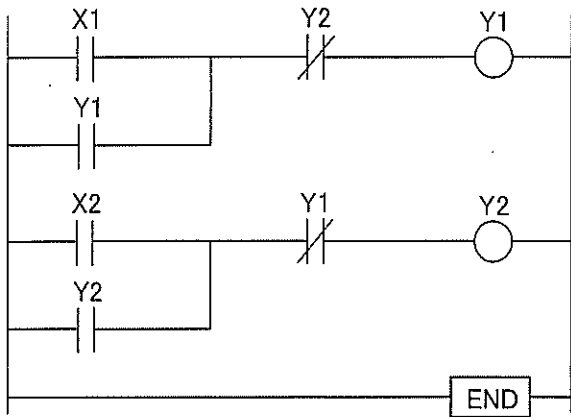

図1 ラダー図
5 下の図1はラダー図を示し、図2はPLCの接続図(未完成図)を示している。また、図1のラダー図は、図2のPLCに組み込まれたものである。後の(1)~(3)の問いに答えなさい。
- (1) 図1のように、ある条件が満足されないときに、動作が阻止される回路を何回路というか、答えよ。また、この回路の出力リレーY1、Y2の動作の条件について説明せよ。
- (3) (2)による接続配線は保持し、図1のラダー図を書き換えて、押しボタンスイッチPB1が一度押されると、ランプL1が3秒後に点灯する回路に変更したい。書き換えるラダー図を作成せよ。ただし、PB2が押されると回路はリセットされるものとし、タイマはT1(設定値K30)、内部補助リレーはM0を使用するものとする。